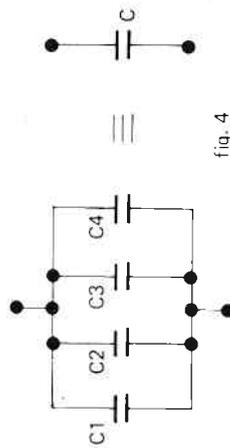

fig. 4
a) Mise en parallèle (figure 4)